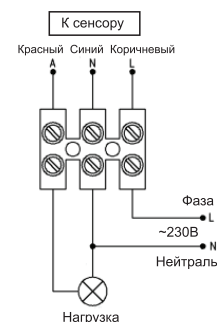

Рис. 2
4. Подключите провода к клеммным зажимам в соответствии со схемой (см. Рис.2)